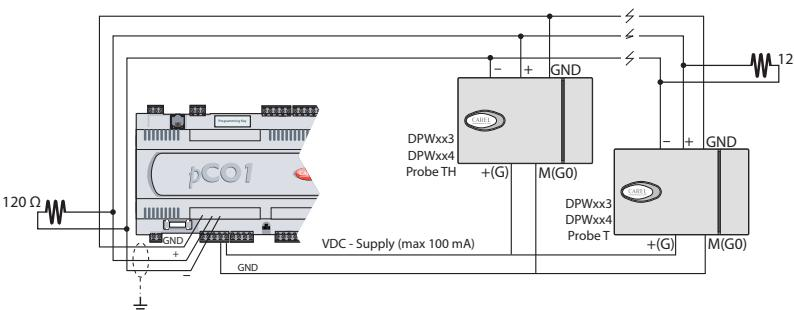
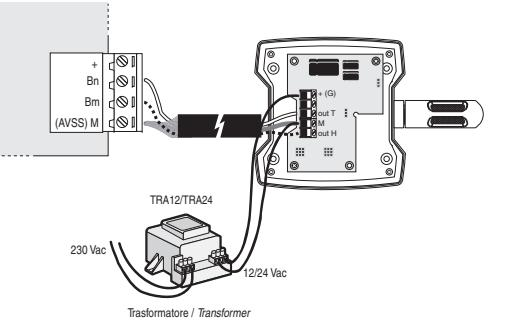

Fig. 4
Fig. 5
- è da prevedere un isolamento principale rispetto all'alimentazione di rete per il controllo a cui la sonda è collegata. Per evitare errori dovuti alla corrente di alimentazione si può utilizzare una alimentazione supplementare da un trasformatore esterno (fig. 5 cod. trasformatore TRA12VDE00 o TRA2400001).
- per ridurre i disturbi di alimentazione (con versioni NON optoisolate) si può utilizzare una alimentazione supplementare da trasformatore esterno (vedi es. fig. 5 con codice trasformatore TRA12VDE00 o TRA2400001). Il trasformatore non deve essere collegato a terra e può essere posizionato dentro il quadro del regolatore, eliminando così i disturbi di alimentazione. Nel caso l'applicazione richieda più sponde seriali, deve essere previsto un trasformatore per ogni sonda. Facendo questo, la distanza max di collegamento può essere di 100m (fig. 4) tra sponde e 500m in totale.
- il faut prévoir une solution principale par rapport à l'alimentation de réseau pour le contrôle auquel la sonde est reliée. Pour éviter les erreurs dues au courant d'alimentation, vous pouvez utiliser une alimentation supplémentaire fournie par un transformateur externe (fig. 5 code transformateur TRA12VDE00 ou TRA2400001).
- pour réduire les interférences d'alimentation (avec versions NON optoisolées), vous pouvez utiliser une alimentation supplémentaire par transformateur externe (voir ex. fig. 5 avec code transformateur TRA12VDE00 ou TRA2400001). Le transformateur ne doit pas être connecté à la terre et peut être installé à l'intérieur du tableau du régulateur, en éliminant ainsi les interférences d'alimentation. Dans le cas où l'application requiert plusieurs sondes série, il faut prévoir un transformateur pour chaque sonde. de cette façon, la distance max. de branchement peut être de 100m (fig. 4) entre sondes et de 500m au total.